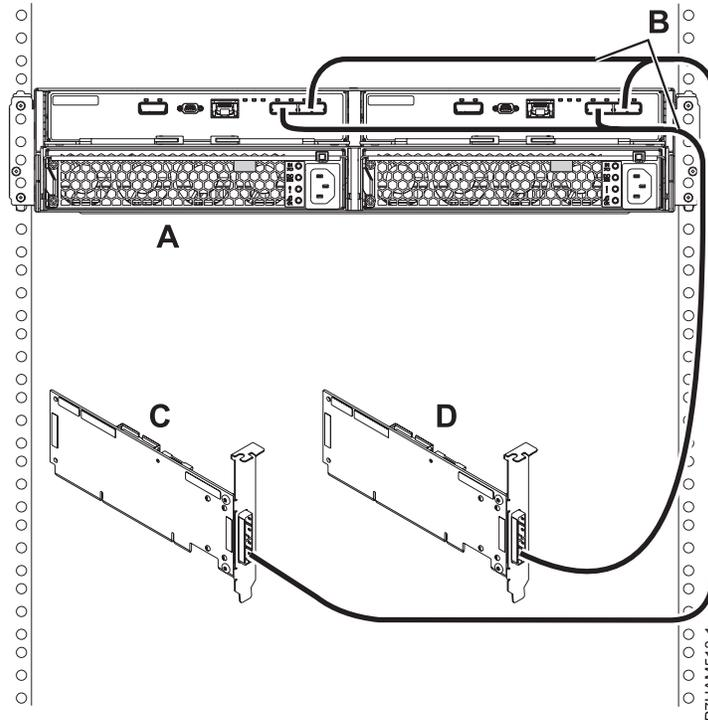

Figura 16. Conexión de la modalidad 2 de un alojamiento de unidad de disco 5887 utilizando cables YO a dos adaptadores SAS independientes
16. Realice la conexión de la modalidad 2 de un alojamiento de unidad de disco 5887 (A) utilizando los cables YO (B) a dos adaptadores SAS independientes. Consulte la Figura 16 en la página 18.